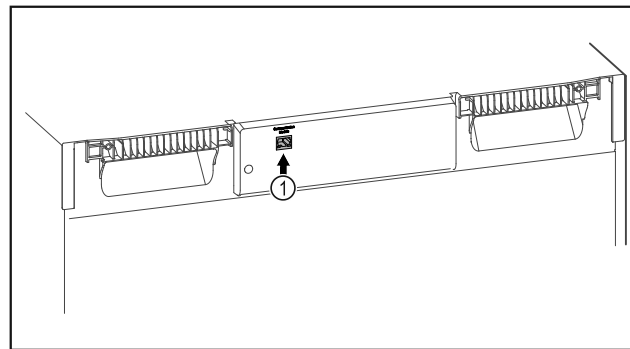

Fig. 102
- SmartModule Fig. 102 (1) установлен.